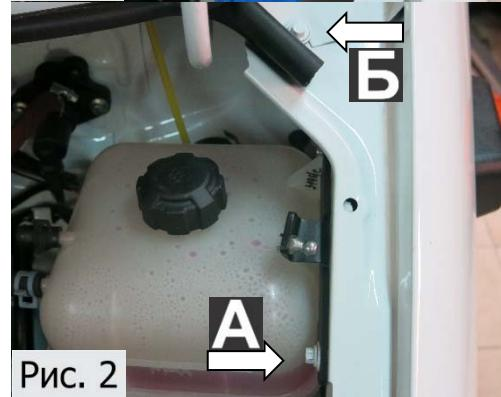

Рис. 2
2. Установить кронштейн крыла, как показано на рисунке. Закрутить штатный болт M6x20 со штатной шайбой 6 торцевой головкой №8 с усилием 9 Нм в резьбовое отверстие **A**. Закрутить штатный болт M6x20 со штатной шайбой 6 торцевой головкой №8 с усилием 9 Нм в отверстие **Б**. Снизу накрутить штатную гайку M6 со штатной шайбой 6 (рис.2).